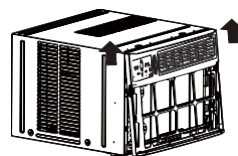

Fig. 3A
5. Soulevez doucement le panneau hors de l'appareil (voir Fig. 3A).